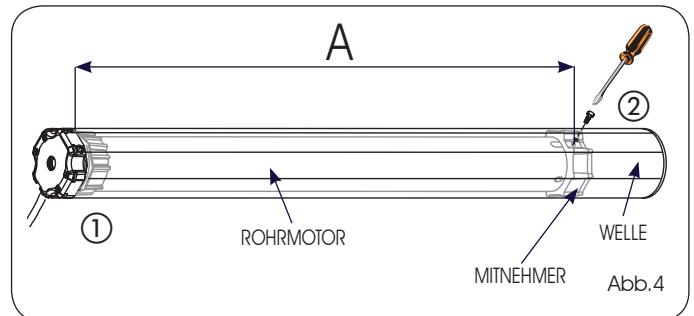

Abb.4
- 2) Den zusammengebauten Rohrmotor in die Welle so weit einführen, bis der Adapter vollkommen in der Welle sitzt (Abb.4, Bez.①).
- 3) Den Mitnehmer mit Hilfe einer selbstschneidenden Schraube 4x10, die in das zuvor gebohrte Loch eingesetzt wird, an der Welle befestigen (siehe Abb.4 Bez.②).